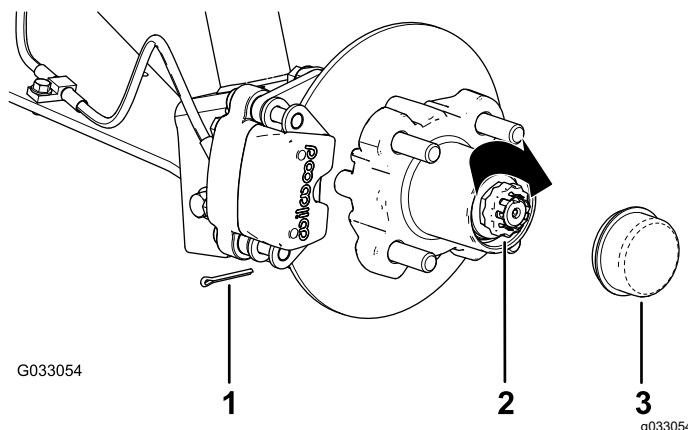

Figura 28
retenedor y el orificio de la chaveta de la mangueta (Figura 28).
9. Instale la chaveta y doble las patas alrededor del retenedor (Figura 28).
10. Instale el tapón guardapolvero sobre el cubo (Figura 28).